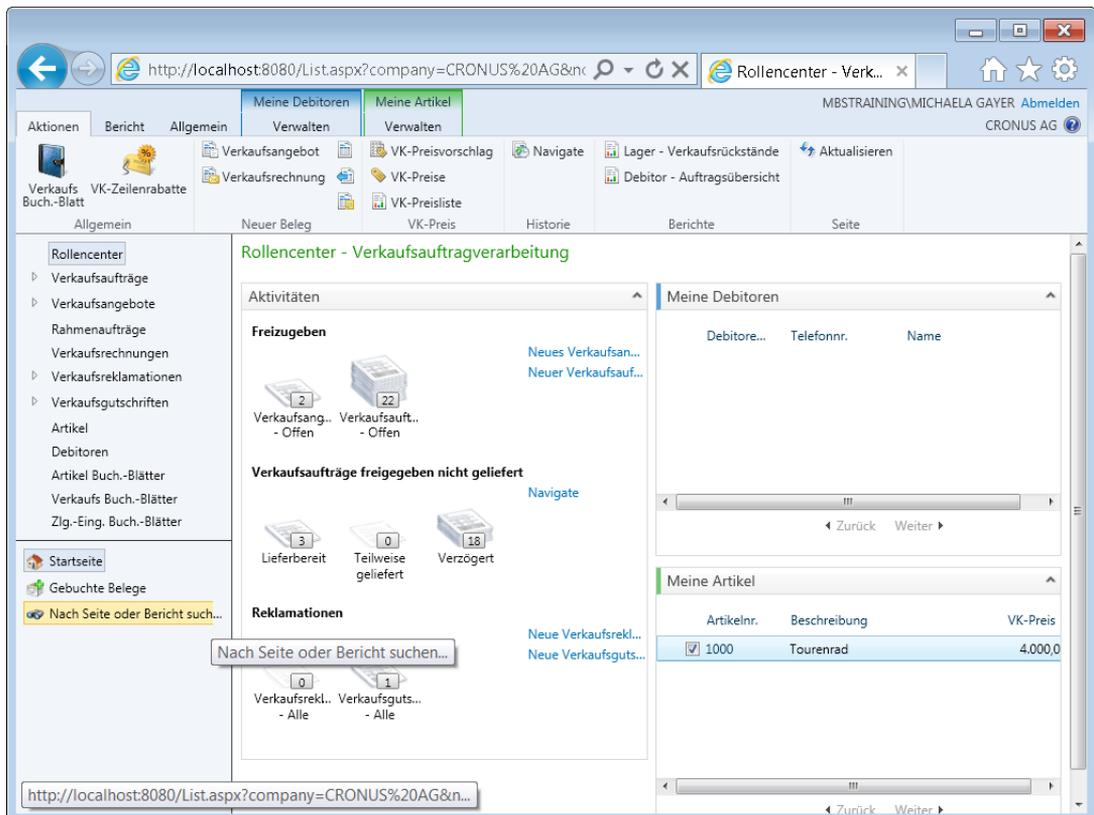

Abbildung 2.24 Rollcenter im Webclient mit der Menüoption *Nach Seite oder Bericht suchen*
4. Wählen Sie links unten im Menü die Option *Nach Seite oder Bericht suchen* (siehe Abbildung 2.24)